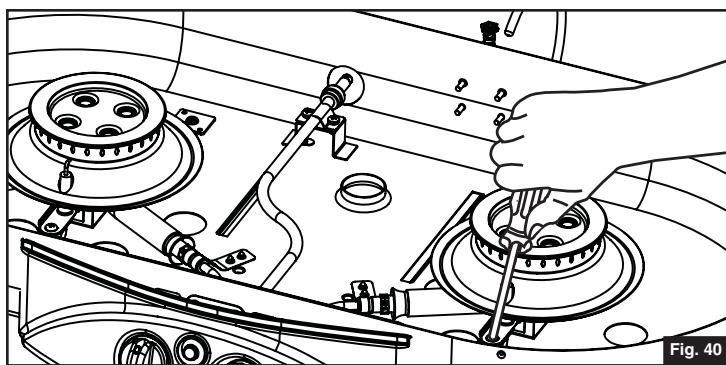

Fig. 40
4. Usando un destornillador, quite los tornillos de auto rosca que sostienen las abrazaderas del quemador y saque los quemadores. (Fig. 40)